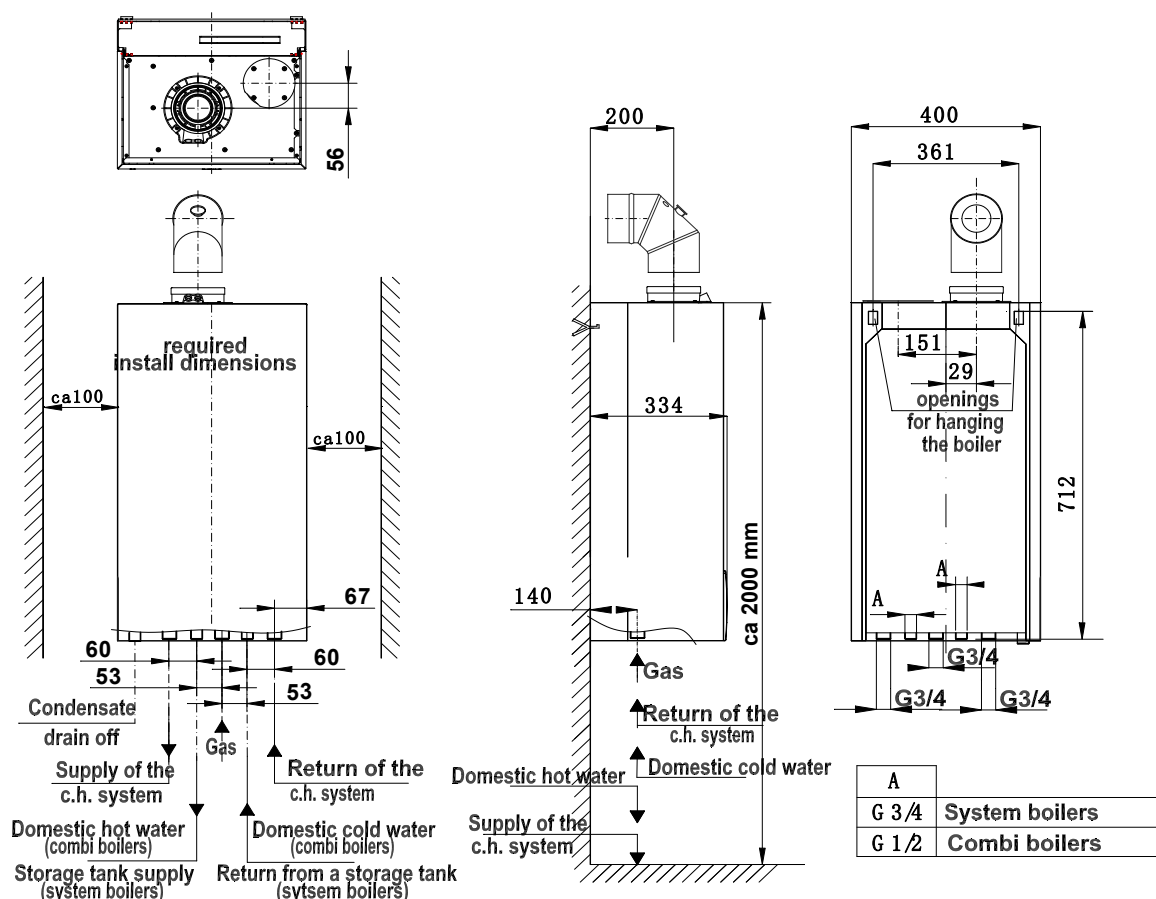

图3.3.1 锅炉ECOCONDENS SILVER PLUS安装尺寸
- 中央供暖锅炉的电源和返回连接器应拧紧在设备上。连接器的位置 图3.3.1。